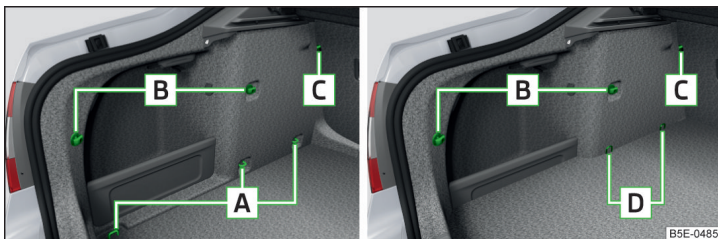
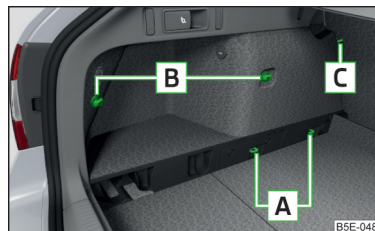
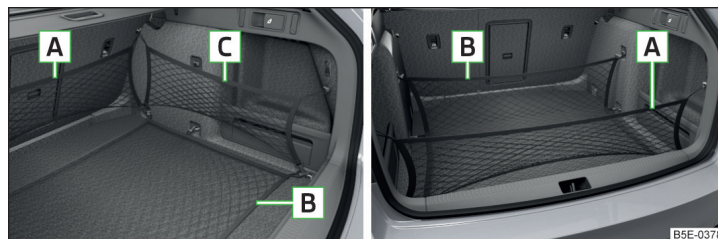

Fig. 96 Variante 1 / Variante 2
Fig. 97
Fig. 98 Ejemplos de fijación para redes
Vista general de los elementos de sujeción » fig. 96 y » fig. 97
Ejemplos de fijación para redes » fig. 98
- En los vehículos a gas existe la posibilidad de fijar solamente la bolsa transversal **A** detrás de los asientos » fig. 98 y la red de suelo con fijación del área trasero de esta red en los elementos de fijación traseros **B** » fig. 96 de la página 109.